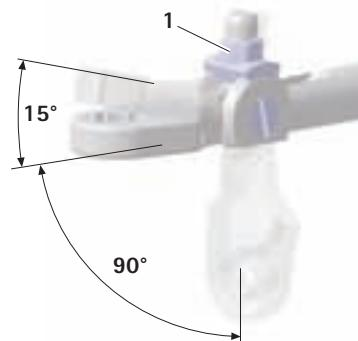

Abb. 3
- T-Schlüssel **H** in gewünschten Winkel bringen und Sechskant **1** im Uhrzeigersinn anziehen, siehe Abb. 3.